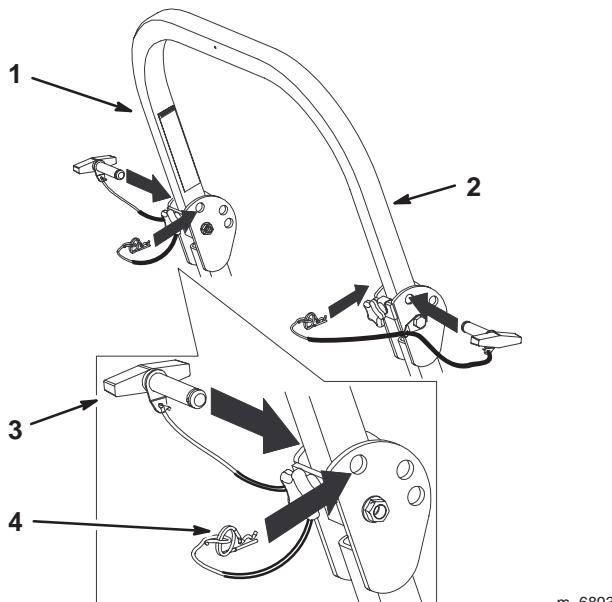

Figure 3
2. Retirez les goupilles fendues puis les deux axes (Fig. 3).
4. Posez les deux axes et fixez-les avec les goupilles fendues (Fig. 3).
7. Serrez les poignées avant contre les extrémités centrales de l'arceau de sécurité (Fig. 3).
5. Pour relever l'arceau de sécurité, retirez les goupilles fendues puis les deux axes (Fig. 3).
6. Relevez complètement l'arceau de sécurité puis insérez les deux axes et fixez ces derniers avec les goupilles fendues (Fig. 3).